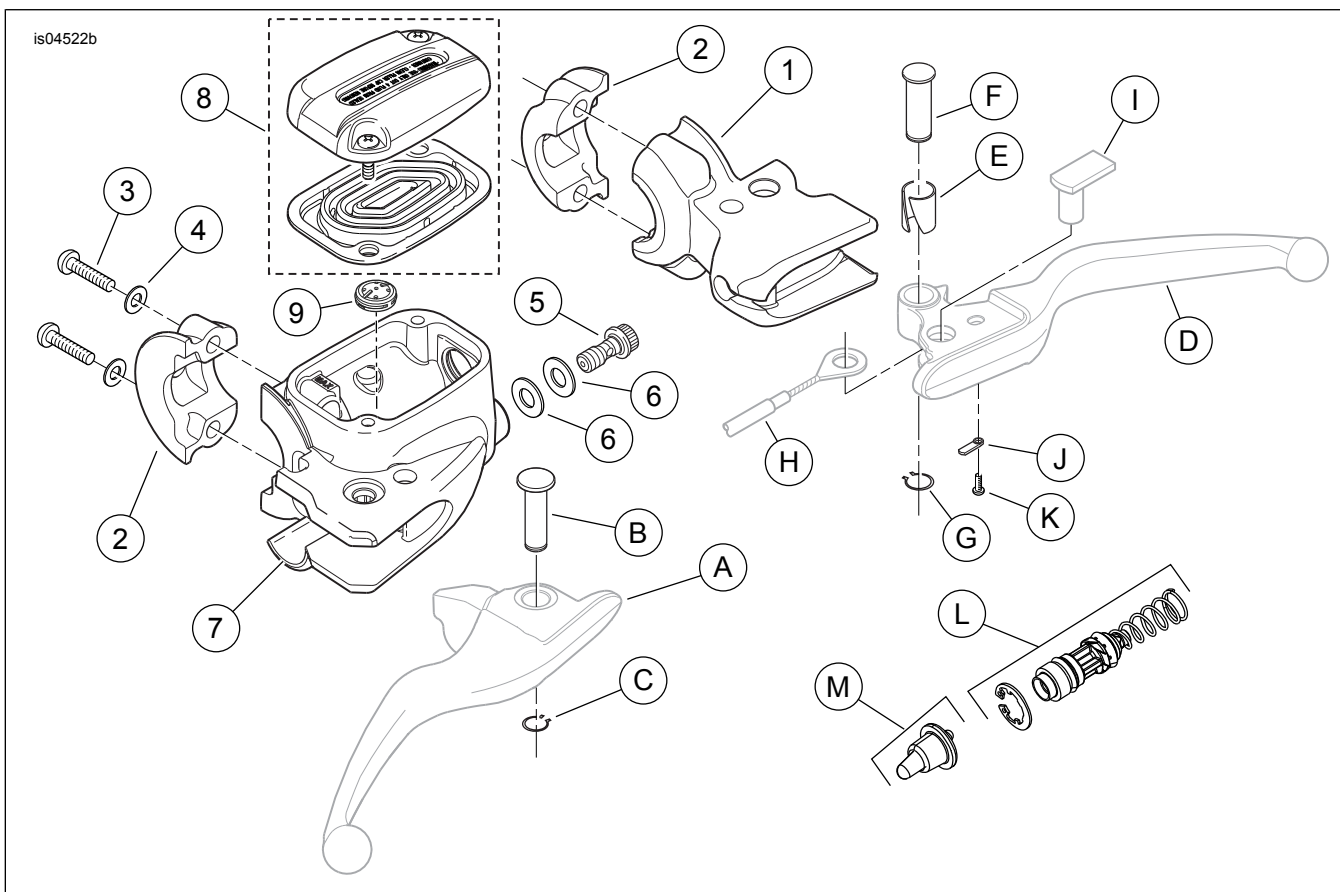

Figure 5. Pièces de rechange : kit de support d'embrayage et de maître-cylindre de frein avant chromés
3. Voir Figure 5. Enlever et **jeter** l'anneau de retenue (G) de la goupille à pivot (F). Retirer et **conserver** la goupille du support de levier d'embrayage (1).
4. Retirer du levier de guidon (D) la goupille d'ancrage du câble d'embrayage (I). Retirer l'extrémité de chape du câble d'embrayage (H) et le levier du support.
5. À l'aide d'un embout T-27 TORX[®], retirer et jeter les deux vis (3) et les rondelles plates (4) qui maintiennent la bride de guidon (2) au support du levier d'embrayage. Déposer l'ensemble de levier d'embrayage et de bride du guidon.
1. Voir Figure 5. Prendre le levier de guidon d'embrayage d'origine (D) retiré précédemment, ou un nouveau levier (acheté séparément). Vérifier que la bague de pivot (E) est en place.
2. Placer l'extrémité de chape du câble d'embrayage (H) en position dans le levier d'embrayage et glisser la goupille d'ancrage (I) en position. Le méplat de la goupille doit être orienté vers le levier de guidon.